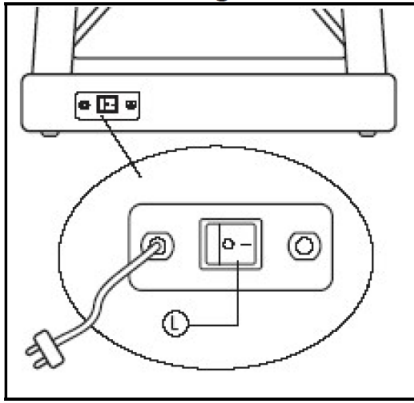

Fig.2
Klucz bezpieczeństwa (g) powinien znajdować się na swoim miejscu (E)(fig.2). W innym wypadku urządzenie nie zacznie działać.